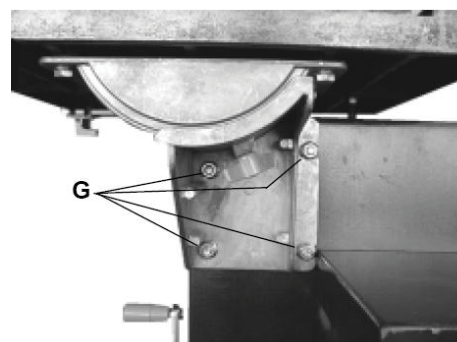

Рис. 8
- Аби вирівняти стіл відносно полотна, послабте 4 гайки M8 (G) (Рис. 8), за допомогою яких кріпиться підпора нахилу столу до корпусу верстата.